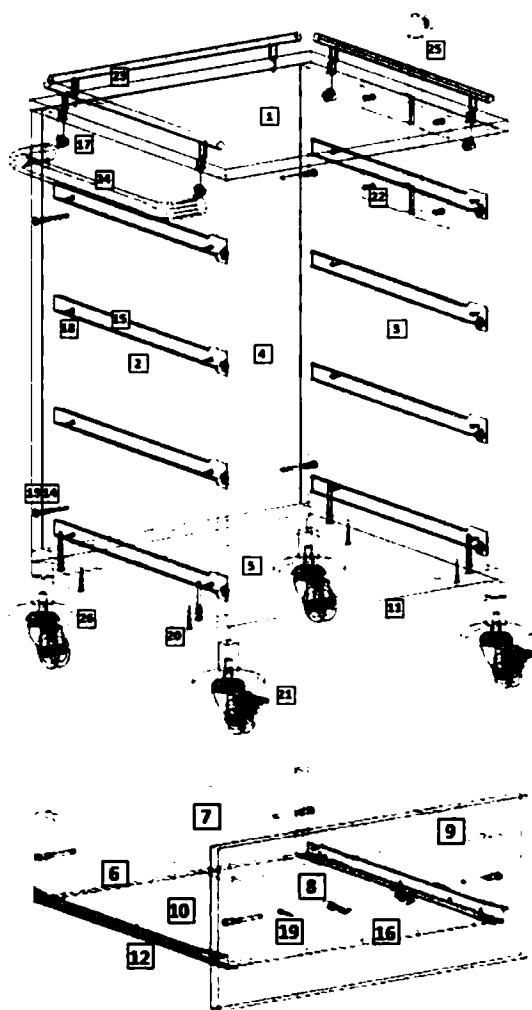

Рис.1
- 1) Внимательно ознакомьтесь со схемой сборки, изображенной на рис.1, сверяясь со спецификацией на изделие. Согласно схеме и спецификации определите расположение деталей в изделии и порядок их сборки. Сборка производится на ровном полу, укрытом материалом, предотвращающим повреждение покрытия пола и деталей мебели. Подготовьте необходимые для сборки инструменты – плоскую и крестовую отвертки, молоток, рулетку или линейку.
- 2) На вертикальных боковых стенках (2 и 3) установите цилиндрические части эксцентриковых стяжек (17) в предназначенные для них отверстия; шурупами 4x16 (20) закрепите [- образные части роликовых направляющих (15). На крышке (1) установите штоки эксцентриковых стяжек (17) и ограждения (23) (при необходимости).
- 3) Евровинтами (13), как показано на рис.1, соедините вертикальные стенки (2 и 3) с горизонтальными стенками (11 и 5). Установите крышку (1). Затяжка соединения производится путём поворота эксцентриков до упора в направлении стрелки, выштампованной на корпусе стяжки. На видимые головки еврвинтов установите заглушки (14).
- 4) При помощи винтов 6,3x13 закрепите на боковых стенках (2,3,6) тумбы транспортировочную ручку (24) (при необходимости) и держатель штатива (22) (при необходимости). Шурупами 4x35 (21) соедините каркас тумбы с металлическим основанием (27).
- 5) Сборка ящиков. Евровинтами (13) соедините боковые стенки ящика (6) с передней (8) и задней (7) стенками. Дно ящика (10) закрепите к передней (8) и задней (7) стенкам гвоздями (12). Установите роликами назад [- образные части направляющих (15) и закрепите их шурупами 4x16 (20). Шурупами 3,5x30 (19) закрепите фасад (9) к передней стенке ящика (8). Установите на фасад (9) ящика ручку (16). Установите собранные ящики в корпус тумбы.
- 6) В металлическое основание (27) установите колеса (28) и бамперы (26) (при необходимости).
- 7) При необходимости установки штатива с держателем, установите штатив (25) в закрепленный на боковой стенке тумбы держатель (22).